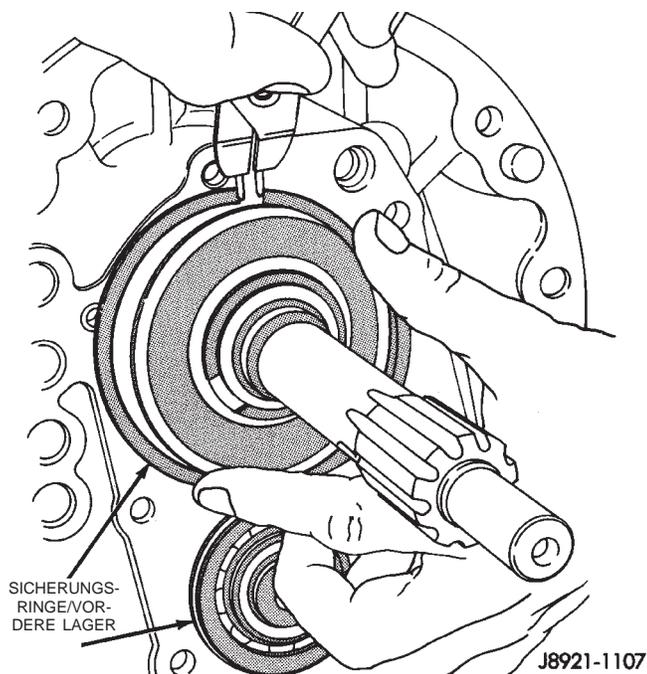
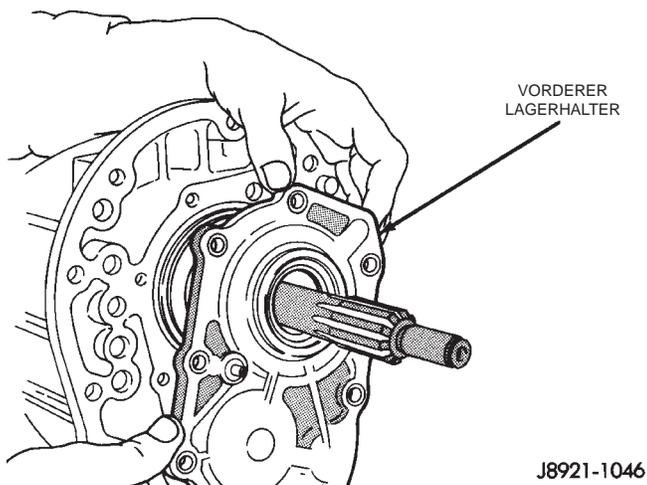

Abb. 35 Sicherungsringe der vorderen Lager einbauen
Abb. 36 Vorderen Lagerhalter einbauen
(4) Neue Sicherungsringe an den vorderen Lagern anbringen (Abb. 35).
(5) Eine neue Dichtung in den vorderen Lagerhalter einsetzen.
(6) Den vorderen Lagerhalter ausrichten und einbauen (Abb. 36) und die Befestigungsschrauben mit einem Anzugsmoment von 17 N·m (12 ft. lbs.) festziehen.
(7) Bei Getrieben von Fahrzeugen mit Hinterrad-antrieb: